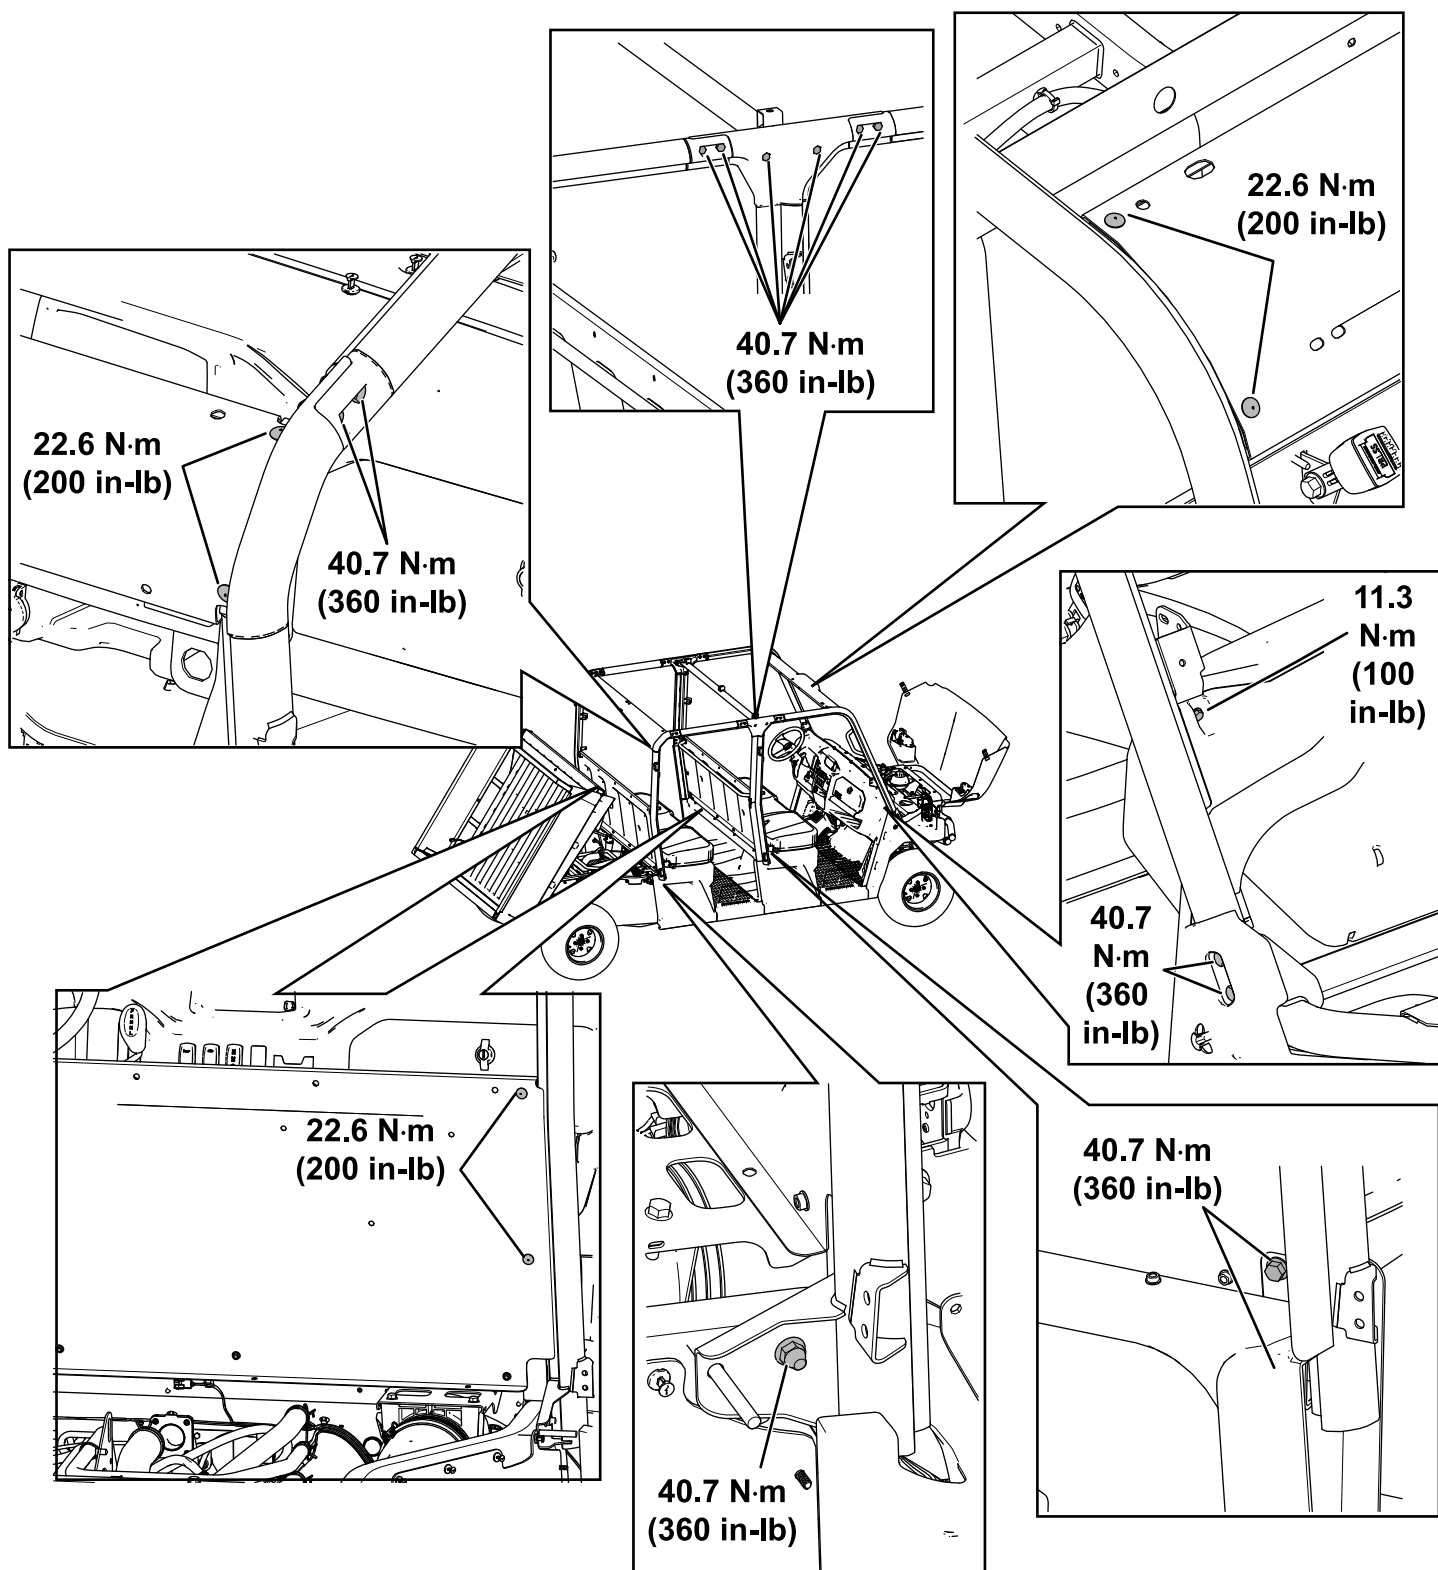

Figure 52
25. Serrez les fixations au couple spécifiés à la Figure 52.